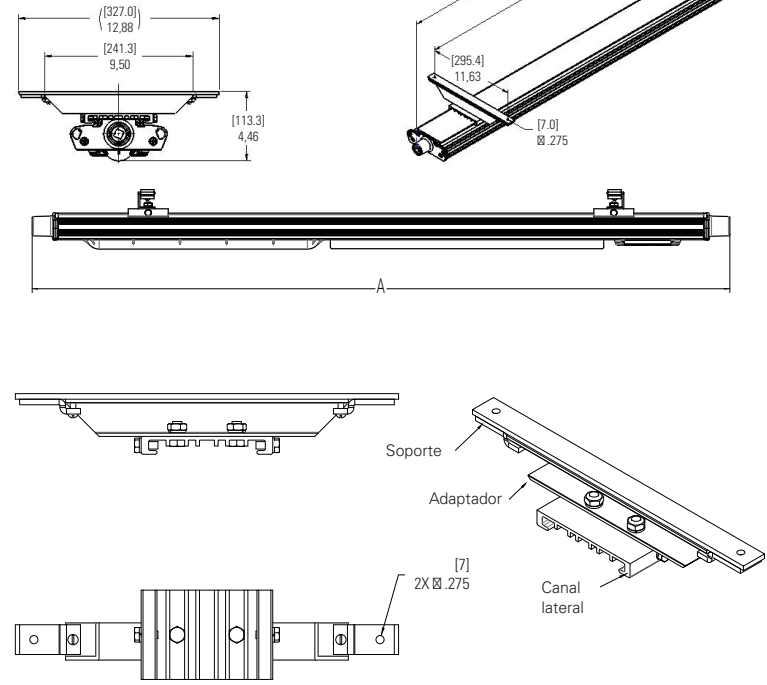

Imagen 7. Información del Kit de montaje MagnaPro Kit MP1054MTK
5. Instale un (1) adaptador de canales con un canal de deslizamiento en cada soporte MP1054MTK. Deslice el borde largo del adaptador de canales en las ranuras del soporte y apriete los dos (2) tornillos de cabeza Phillips en los extremos de cada soporte del kit MP1054MTK. Asegúrese de que los soportes de deslizamiento estén paralelos entre sí (ver Imagen 7).
6. El dispositivo ahora está listo para su montaje. Se recomienda encarecidamente que use a dos (2) personas especializadas calificadas para proceder con el montaje final del dispositivo. Se recomienda esto para evitar cualquier lesión personal o daño al dispositivo.
8. Ajuste los dos (2) tornillos de fijación de 1/4" en cada soporte de deslizamiento hasta que estén abajo (ver Imagen 7). Gire a 78 pulgadas-libras. (8.8 N-m).